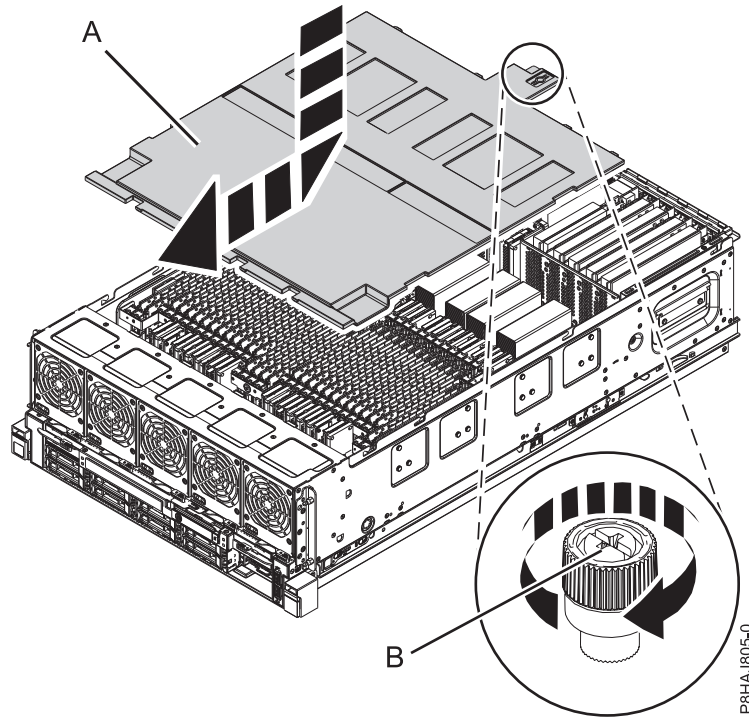

Figura 34. Sustitución de la cubierta de seguridad
2. Presione la cubierta de seguridad (A) hacia el chasis.
3. Apriete el tornillo de mano (B) girándolo en la dirección que se muestra en Figura 34 en la página 49 para fijar la cubierta de seguridad en el chasis.